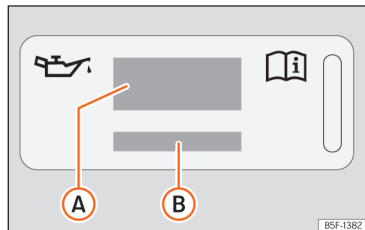
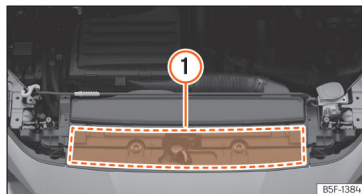

Рис. 240 Моторний відсік: етикетка моторної оливи
Рис. 241 Моторний відсік: етикетка моторної оливи
Пояснення >>> **рис. 240:**
Якщо вам потрібно залити моторну оливу, використовуйте одну з олив, зазначених на етикетці >>> **рис. 240**. Етикетка зі встановленим стандартом розташована спереду моторного відсіку >>> **рис. 241** ①. Якщо ви використо-
- Якщо табличка з характеристиками моторної оливи >>> **рис. 240** відсутня, зверніться до спеціалізованого сервісного центру.